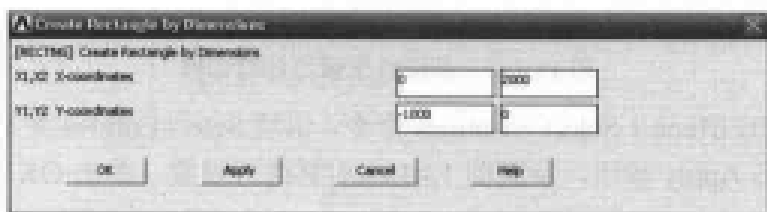

图 13-134 创建矩形参数设置对话框
(4) 选择 Main Menu | Preprocessor | Modeling | Create | Lines | Lines | Straight Line 命令, 出现 Create Straight 对话框, 在文本框中输入 14, 1, 单击 OK 按钮关闭该对话框。
(5) 选择 Main Menu | Preprocessor | Modeling | Create | Areas | Arbitrary | By Lines 命令, 单击 Pick All 按钮关闭该对话框。
(6) 选择 Main Menu | Preprocessor | Modeling | Operate | Booleans | Glue | Areas 命令, 出现 Glue Areas 对话框, 单击 Pick All 按钮关闭该对话框。
(7) 选择 Main Menu | Preprocessor | Numbering Ctrl | Compress Numbers 命令, 出现 Compress Numbers 对话框, 在 Label Item to be compressed 下拉列表框中选择 Areas 选项, 单击 OK 按钮关闭该对话框。
(8) 选择 Main Menu | Preprocessor | Modeling | Create | Areas | Rectangle | By Dimensions 命令, 出现 Create Rectangle by Dimensions, 参照图 13-134 对其进行设置, 单击 OK 按钮关闭该对话框。